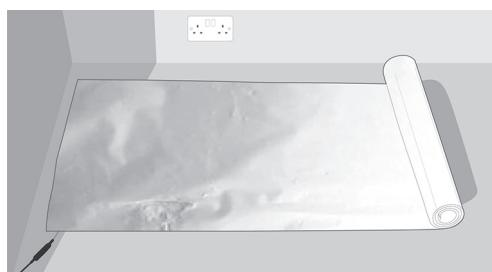

Fig. 5. Installation du tapis chauffant
7. Le tapis chauffant peut maintenant être installé sur les panneaux de sous-couche en fonction de votre plan de pièce. Commencez par le câble froid près du thermostat (fig. 5). Si vous ne pouvez pas le placer, vous pouvez prolonger le câble froid avec un câble du même type.